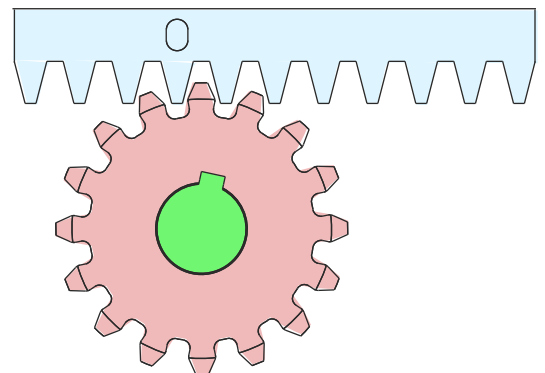

Fig. 12
**KEEP A GAP OF ABOUT 0,5 mm BETWEEN THE PINION TOOTH AND THE GEAR RACK TOOTH TO AVOID THAT THE GATE WEIGHTS DOWN THE PINION - FIG. 12**